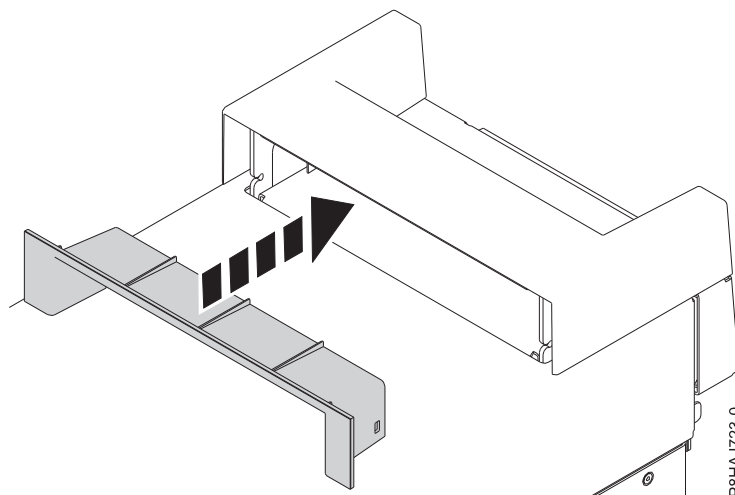

Figura 34. Inserción de la pieza en la tapa de asa en un sistema 8286-41A autónomo
2. Inserte la pieza en la tapa de asa presionándola con firmeza, tal como se muestra en la Figura 34.